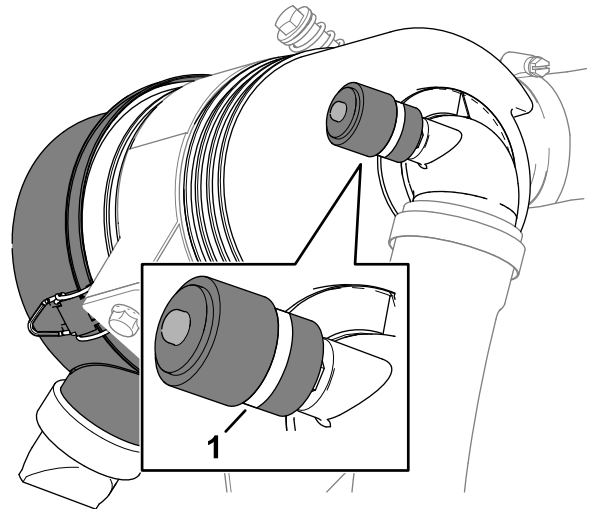

Figura 113
3. Verificați indicatorul de service de la capătul carcasei filtrului de aer (Figura 113).